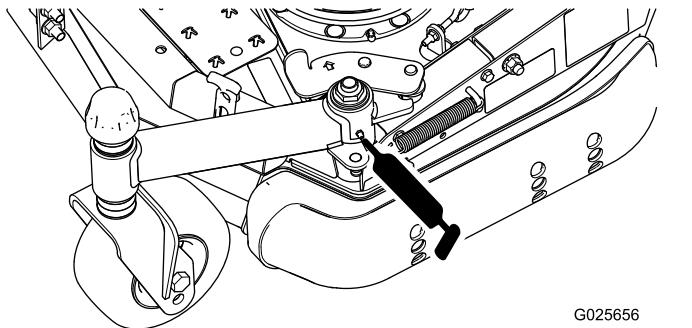

Bild 17
- Klappbarer Laufradarm-Drehzapfen (1) (Bild 17)